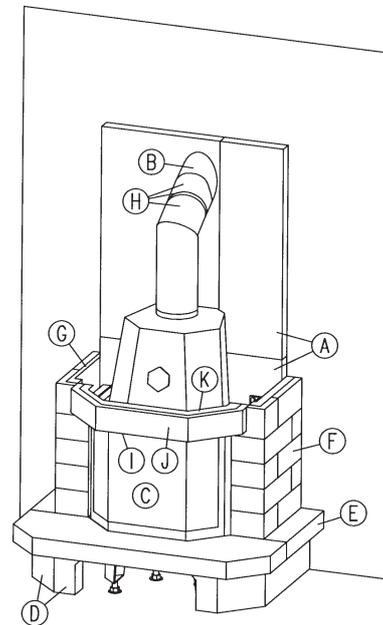

Abb. 8
- 12.2 Auf den Auflagerahmen wird nun der Sturz ohne Spezialsilikon gelegt. Richten Sie den Sturz so aus, dass ein allseitig gleichmäßiger Überstand gegeben ist. Schneiden Sie sich von den 4 cm starken Promasil 950 KS Platten Streifen ab, mit denen Sie den Sturz von hinten vollflächig hinterkleben. Die Promasil Platten werden mit dem K 84 Kleber mit dem Sturz punktwise verklebt. Die Promasil Platten schützen den Sturz vor übermäßiger Erwärmung. Der Sturz muss rechts und links zu den Seitenteilen eine Dehnungsfuge aufweisen, die mit Spezialsilikon ausgefüllt wird. **(Abb. 8)**